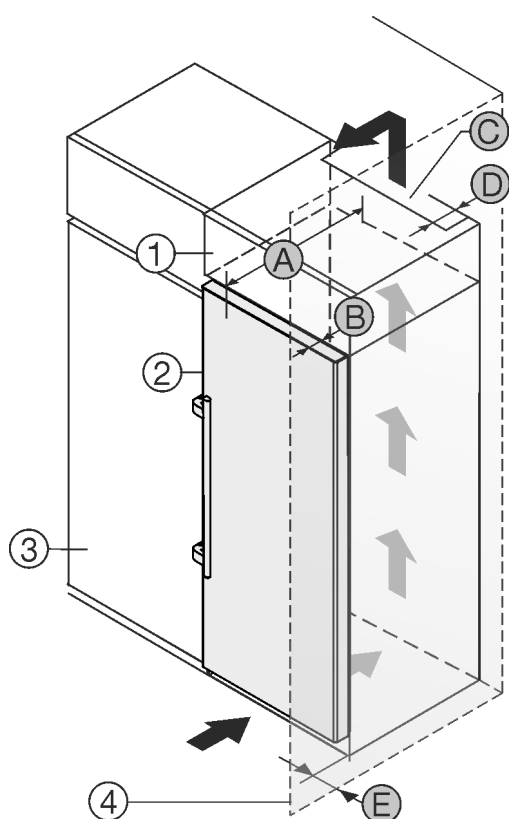

Fig. 30
Das Gerät kann mit Küchenschränken umbaut werden. Um das Gerät Fig. 30 (2) der Küchenzeilenhöhe anzugleichen, kann über dem Gerät ein Aufsatzschrank Fig. 30 (1) angebracht werden.
Wird das Gerät direkt neben einem Küchenschrank Fig. 30 (3) aufgestellt, so ist ein Abstand von mind. 5cm zum Gerät notwendig. Um die Türe vollständig öffnen zu können, muss das Gerät um die Tiefe Fig. 30 (B) gegenüber der Küchenschrankfront vorstehen. Abhängig von der Tiefe der Küchenschränke und Verwendung von Wandabstandshaltern kann das Gerät weiter herausragen.
- An der Rückseite des Aufsatzschrankes muss ein Abluftschacht mit der Tiefe Fig. 30 (D) über die gesamte Aufsatzschrankbreite vorhanden sein.
- Unter der Raumdecke muss der Entlüftungsquerschnitt Fig. 30 (C) eingehalten werden.
Wenn das Gerät mit den Scharnieren neben einer Wand Fig. 30 (4) aufgestellt wird, muss der Abstand Fig. 30 (E) zwischen Gerät und Wand eingehalten werden. Dies entspricht dem Griffüberstand bei geöffneter Tür.